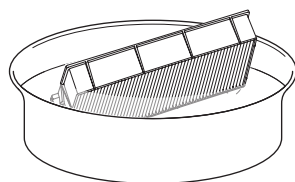

Fig. 1
2) Retirez le couvercle de filtre à air. (Fig. 1)
1) Lavez le filtre à air. (Fig. 1)
- 2) Retirez le cache de lampe. (Fig. 1)**